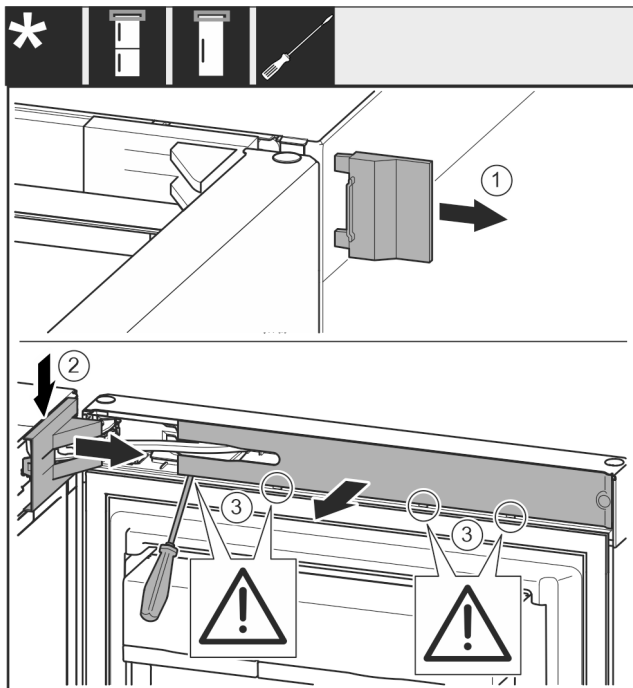

Fig. 9
- Noņemiet pārsegu Fig. 9 (1).
- Atbrīvojiet un atvienojiet gultņa balsta pārsegu Fig. 9 (2).
- Noņemiet gultņa balsta pārsegu Fig. 9 (2).
- Atbrīvojiet aizsegu Fig. 9 (3) ar plakano skrūvgriezi un pagrieziet uz sāniem.